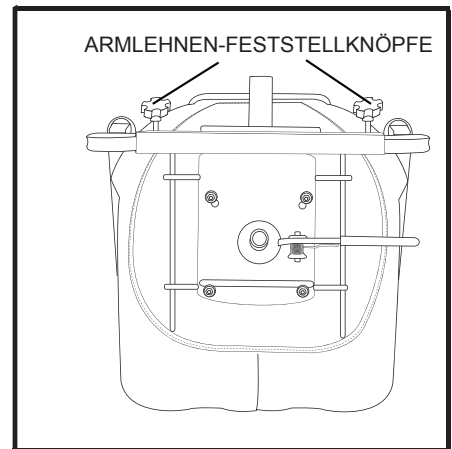

Abbildung 15. Armlehneneinstellung
1. Lösen Sie die Armlehnen-Feststellknöpfe an der Rückseite des Sitzrahmens. **Siehe Abbildung 15.**